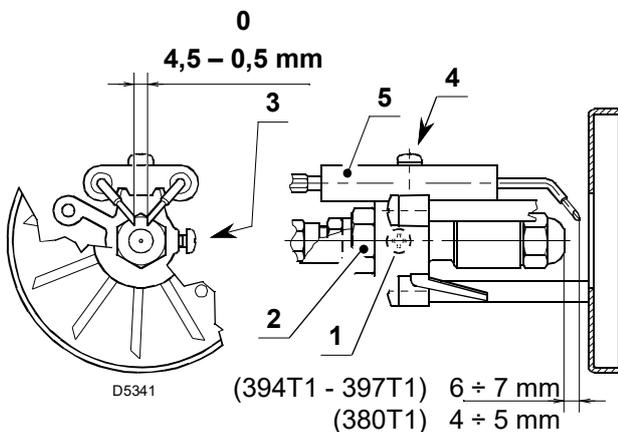
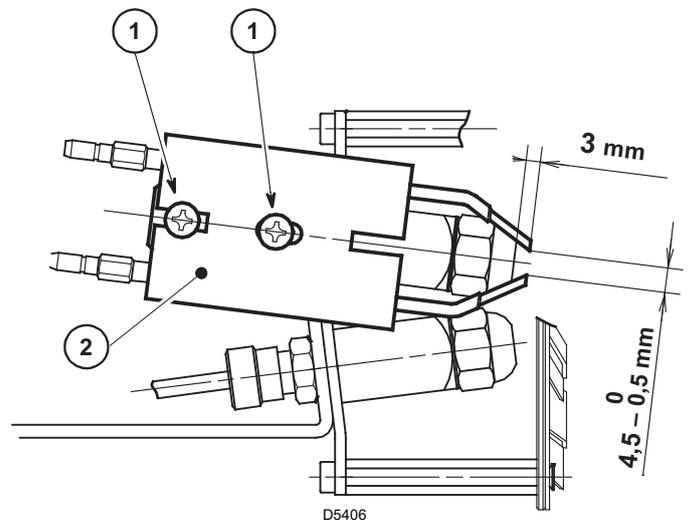

Fig. 11
Fig. 12
Le misure in Fig. 11 e Fig. 12 devono essere rispettate.
- Appoggiare il gruppo supporto-elica 1)(Fig. 11) al porta-spruzzo 2) e bloccare con la vite 3).
- Per eventuali aggiustamenti allentare la vite 1) e spostare il gruppo elettrodi 2)(Fig. 12).